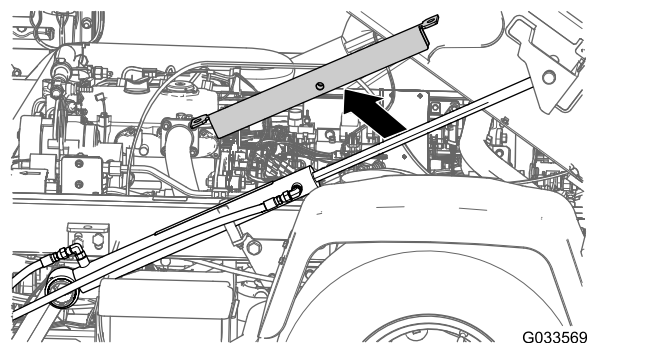
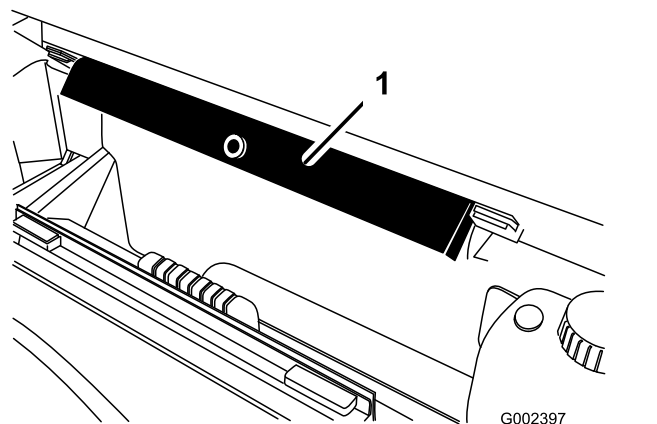

Figura 34
Figura 35
- Retire el soporte de la plataforma del cilindro de elevación y guarde el soporte en los soportes de almacenamiento en la parte posterior del panel del ROPS (Figura 34 y Figura 35)